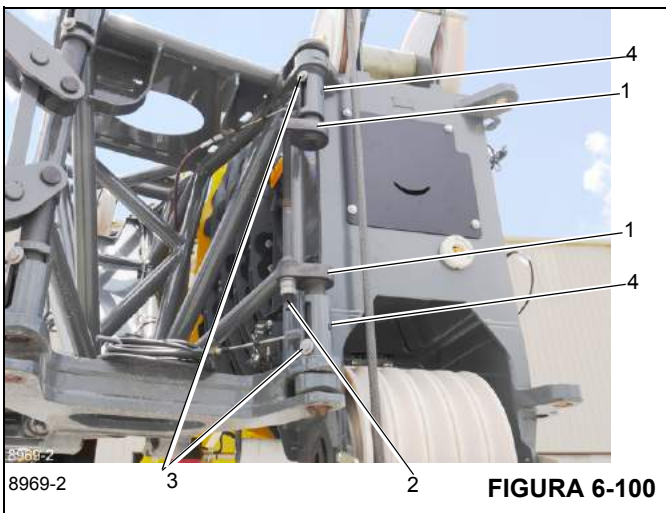

FIGURA 6-100
11. Instale los pasadores (1, Figura 6-100) a través de los adaptadores usando un destornillador de golpe y girando el tornillo separador (2) en sentido contrahorario. El perno del destornillador tocará fondo cuando los pasadores estén enganchados completamente. Los pernos y las arandelas (3) están en el extremo de las ranuras. Verifique que los pasadores estén completamente enganchados y que los pernos y las arandelas estén en el extremo de las ranuras.
NOTA: El pasador N.º 2 no se desbloqueará a menos que los pasadores del lado derecho de la punta de la pluma estén completamente enganchados. Si el pasador N.º 2 no se desbloquea, asegúrese que los pasadores del lado derecho de la punta de la pluma estén completamente enganchados y los extremos del cable estén insertos en los pasadores, consulte (4, Figura 6-100).